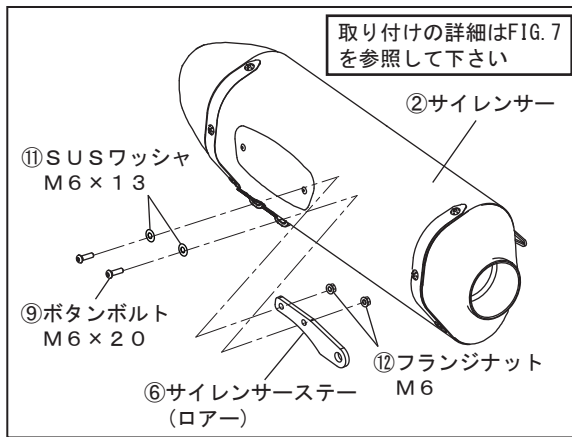

FIG. 6
6. ②サイレンサーに⑥サイレンサーステー(ロアー)を⑨ボタンボルトM6×20、⑪SUSワッシャM6×13、⑫フランジナットM6を使用して仮締めして下さい。(FIG. 6, 7 参照)